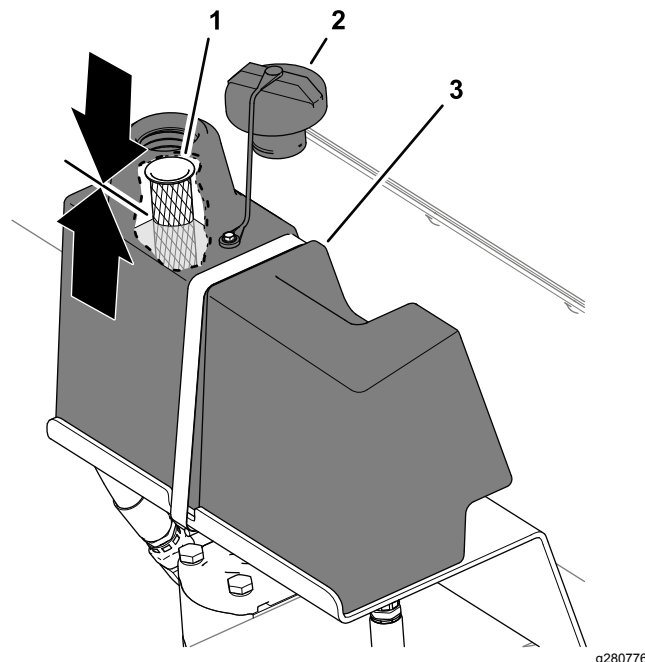

Figure 35
2. Nettoyez la surface autour du goulot de remplissage et du bouchon du réservoir hydraulique, puis retirez le bouchon (Figure 35).
3. Contrôlez le niveau de liquide hydraulique. Le liquide doit monter à la moitié de la crépine dans le goulot de remplissage (Figure 35).
5. Remettez en place le bouchon du réservoir hydraulique (Figure 35).
5. Nettoyez la surface autour du goulot de remplissage et du bouchon du réservoir hydraulique, puis retirez le bouchon ; voir Figure 35 sous Contrôle du niveau de liquide hydraulique (page 29).
8. Remettez le bouchon du réservoir hydraulique en place ; voir Figure 35 sous Contrôle du niveau de liquide hydraulique \(page 29\).